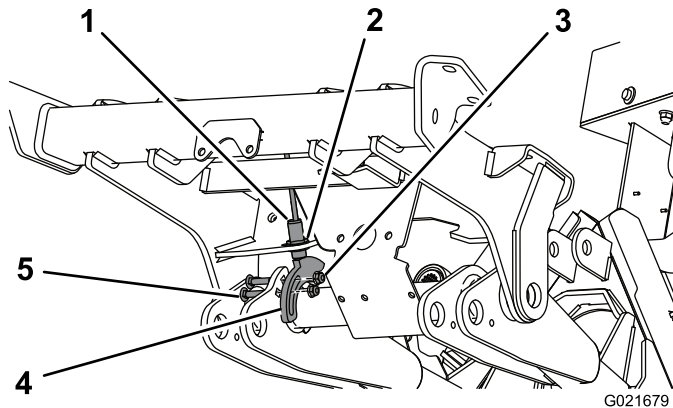

Figura 14
1. Utilizando o furo na parte inferior da estrutura frontal, monte sem apertar o interruptor de proximidade com as anilhas e porcas de retenção (Figura 14).
2. Monte sem apertar a placa do sensor no braço de elevação esquerdo com 2 parafusos da carroçaria e porcas flangeadas 5/16 x 1-1/4 pol. Não aperte as porcas nesta altura. Posicione a placa do sensor como indicado em Figura 14. Certifique-se de que o interruptor não entra em contacto com a placa do sensor.